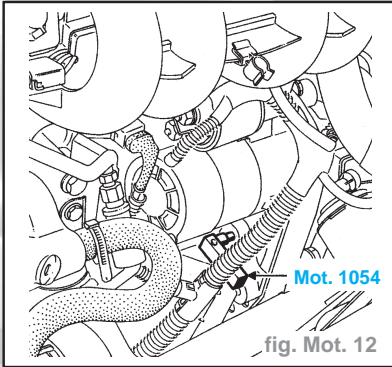
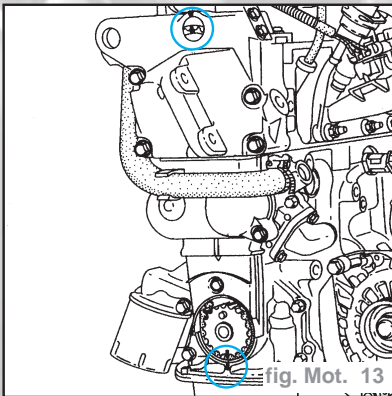

fig. Mot. 12
fig. Mot. 13
- Piger le moteur au Point Mort Haut (fig. Mot. 12) à l'aide du **Mot. 1054** en alignant les repères de pignon de vilebrequin et d'arbre à cames sur les repères fixes (fig. Mot. 13).